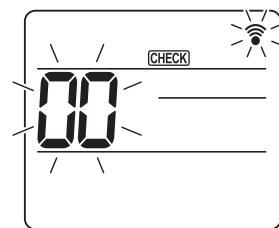

Fig. 6-17
**[CHECK]** leuchtet und „00“ blinkt. (Fig. 6-17)